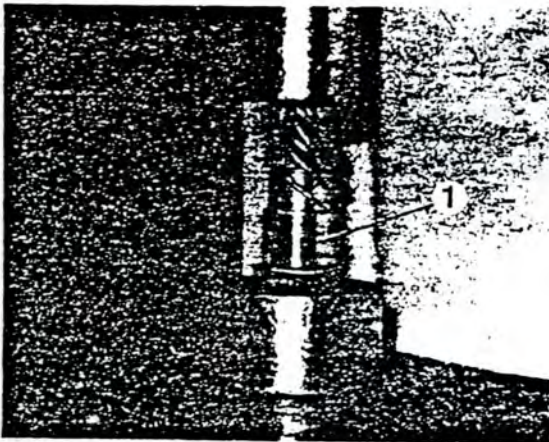

Fig. 6
- Lagerring (Fig. 6/1) aufpressen.
Press on bearing ring (Fig. 6/1).
Emmancher le roulement (fig. 6/1).